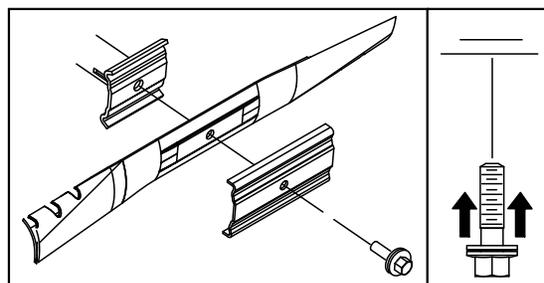

Figure 40
5. Montez la lame neuve (tournez le boulon de fixation dans le sens horaire) ainsi que toutes les fixations (Figure 40).